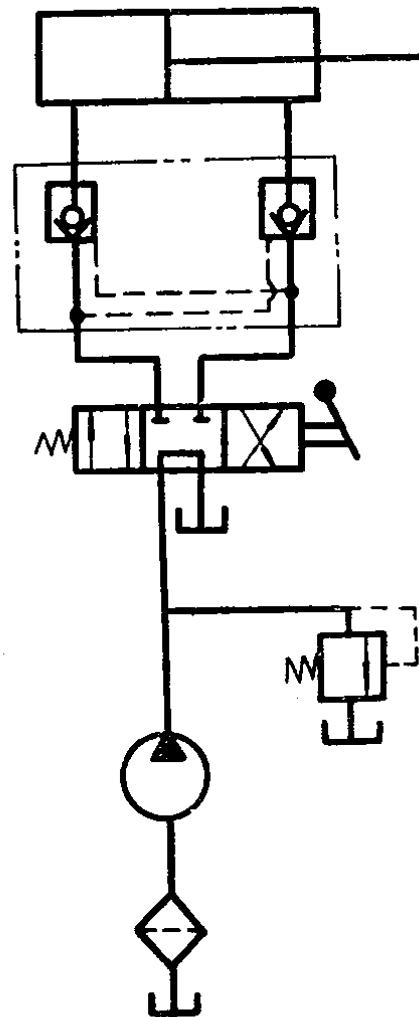

图3 采煤机截煤滚筒调高液压系统(用职能符号表示)
2. 职能式表示法。若把第2问所介绍的液压系统用职能符号来表示，则如图3所示。